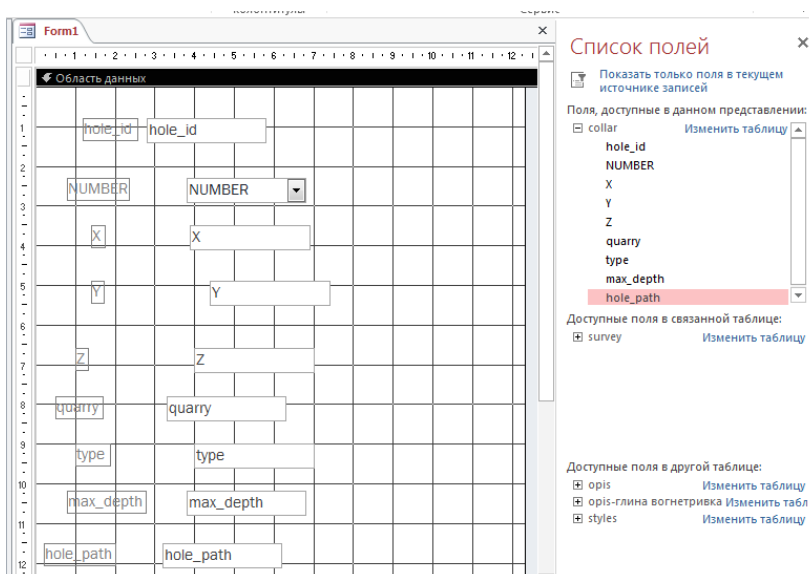

Рис. 16. Початкове розташування полів
5. У вікні Список полей подвійним клацанням на назві таблиці collar (або за допомогою значка «+») розкрити список її полів. Мишкою по черзі «перетягніть» всі поля зі списку у Область данных на розмічальну сітку – зліва від поля з'являються приєднані написи. Результат роботи показано на рис. 16. Вікно Список полей можна закрити.